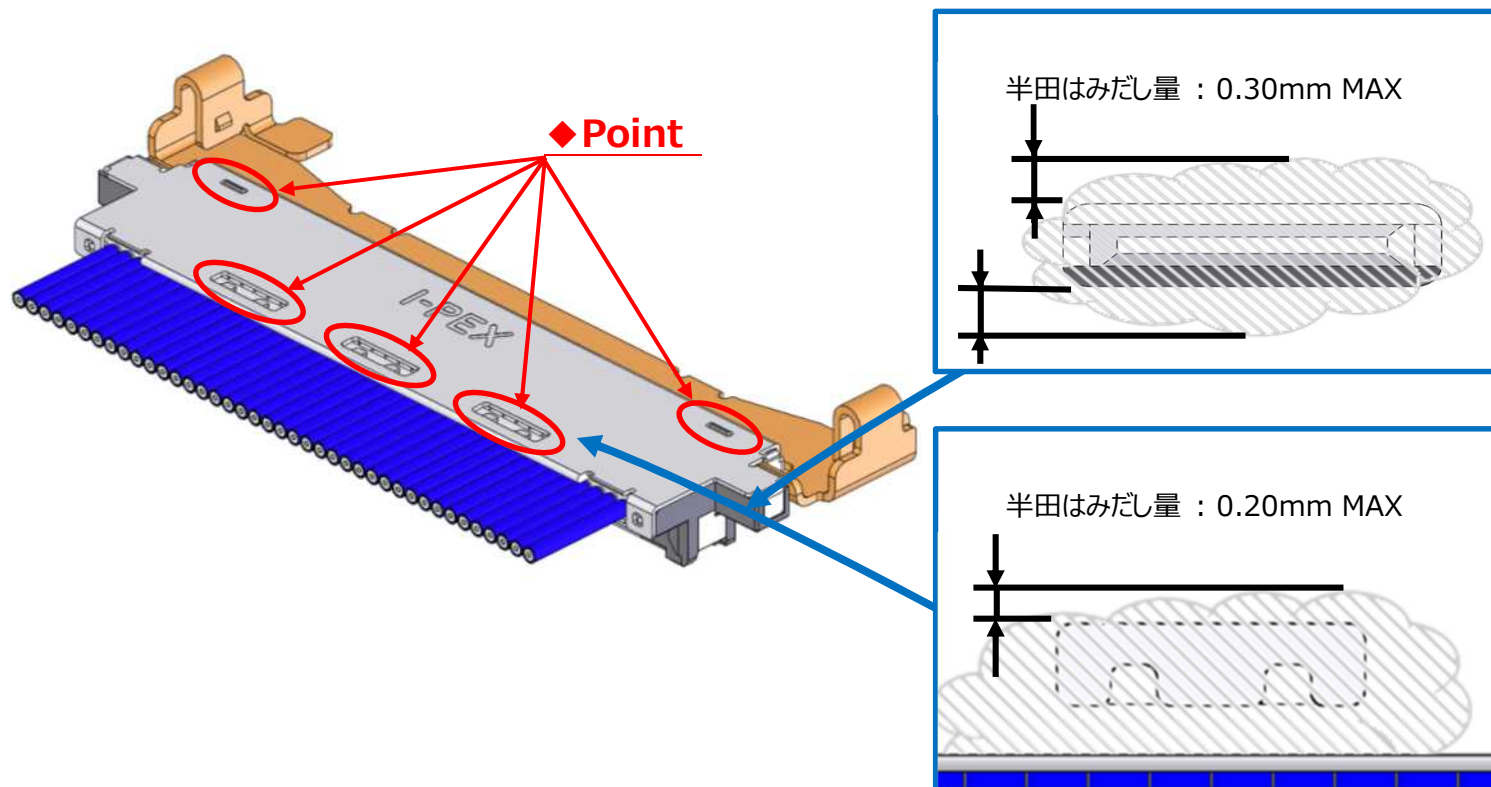

図.7 SHELL-Aと GND BAR を半田付け
- ③ SHELL-A,Bと GND BAR を半田コテにて半田付けすることを推奨する。(図.7,8◆部)